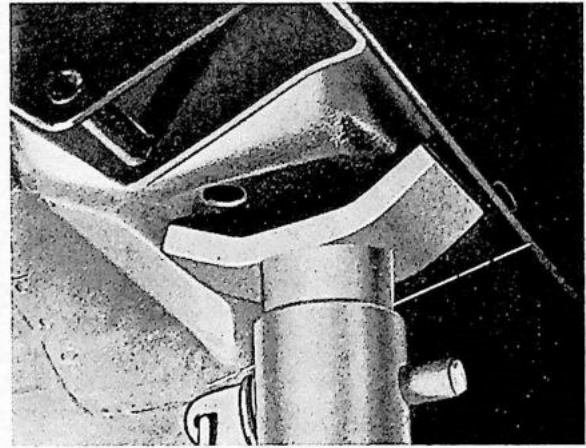

Fig. 4-94. Het aangeven van de plaats voor de steun
1. Zet blokken voor de voorwielen. Maak de achterwielmoeren los. Plaats het gereedschap SVO 2714 op een garagekrik en krik het achtereind hiermee op. Vergelijk met Fig. 4-120. Zet steunen net voor de achterste kriksteunen, zie Fig. 4-94 en laat dan de krik wat zakken. Zorg ervoor dat de steuntjes niet verder naar voren gezet worden dan de streeplijn in de figuur aangeeft. Verwijder de achterwielen.